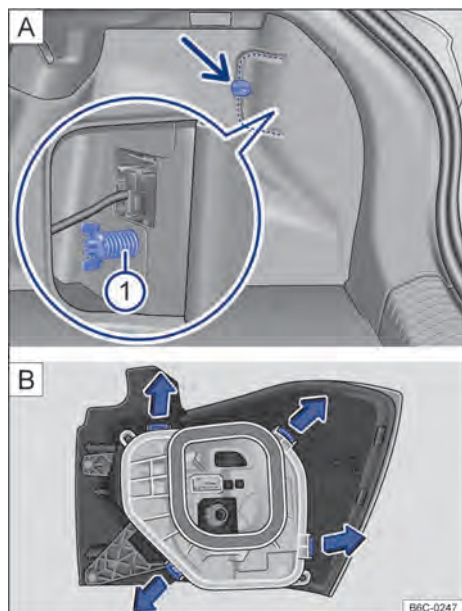

Fig. 137
3. Para abrir la cubierta de la lámpara, girar el bloqueo → fig. 137 ⓘ (flecha).
9. Para desbloquear el soporte de las lámparas, presionar cada uñeta de trinquete → fig. 137 ⓘ en el sentido de las flechas.
15. Instalar el soporte de las lámparas en la linterna trasera. Las uñeta de trinquete → fig. 137 deben encajar de forma audible.
18. Sostener el grupo óptico trasero en la ubicación de montaje con una de las manos y atornillar con la otra el tornillo mariposa → fig. 137 ①.